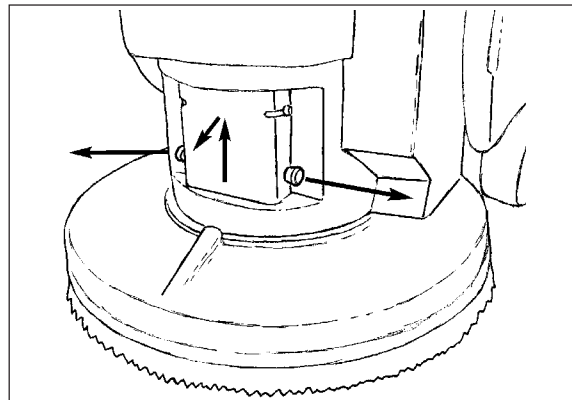
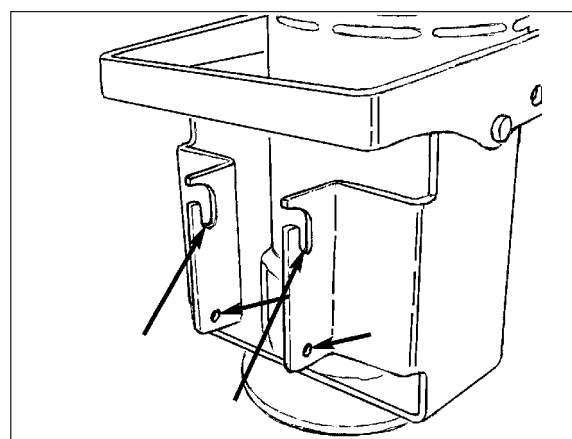

Abb. 18
Abb. 19
- Hochvolumen - In dieser Phase leuchtet die rote Lampe am Ladegerät auf (siehe Abb. 18). Das Ladegerät leitet nun seine volle Stromstärke an die Batterien. Die Batterien werden in dieser Stärke versorgt, bis sie ca. 75% ihrer Kapazität erreichen.
**HINWEIS:** Es ist nicht erforderlich, beim Ausbauen oder Installieren der Bürste oder des Führungstellers das Bürstengehäuse zu entfernen. Für einen besseren Zugang zur Bürste oder beim Fahren der Maschine auf eine Rampe kann das Bürstengehäuse entfernt werden. Das Bürstengehäuse wird entfernt, indem der Federstift an der linken Gehäusesseite nach außen gezogen und dann das Bürstengehäuse nach oben und außen gehoben wird (siehe Abb. 18). Installieren Sie das Bürstengehäuse in umgekehrter Reihenfolge. Achten Sie dabei darauf, dass die Querstange im Bürstengehäuse in die beiden Schlitze der Motorhalterung eingesetzt und dass der Federstift festgestellt wird. (siehe Abb. 19).